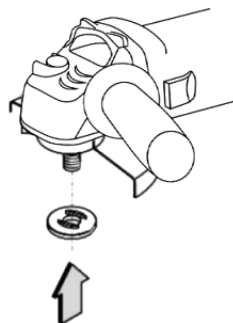

Fig. 4 – Montagem de acessórios na máquina
2. Coloque a flange no eixo, conforme a fig. 4;